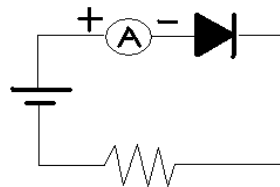

FIG. 1-5a
1. Construya en la tableta perforada el circuito de la fig. 1-5a